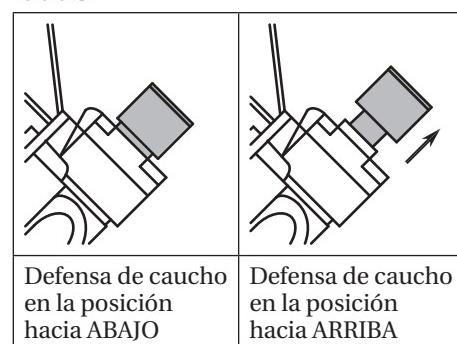

Figura 15 - Coloque la manguera de aire con la defensa de caucho en la posición hacia ARRIBA
5. Tire de la defensa de caucho de la clavadora para ponerla hacia ARRIBA (*ver Figura 15*).